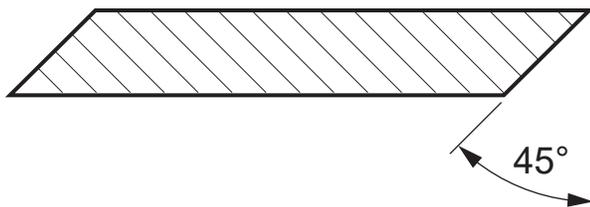

Figure 30 – Affûter un couteau de rotor
5. Utilisez une meuleuse pour affûter le tranchant du couteau du rotor. Aiguissez le tranchant à un angle de 45 degrés. Voir *Figure 30*.